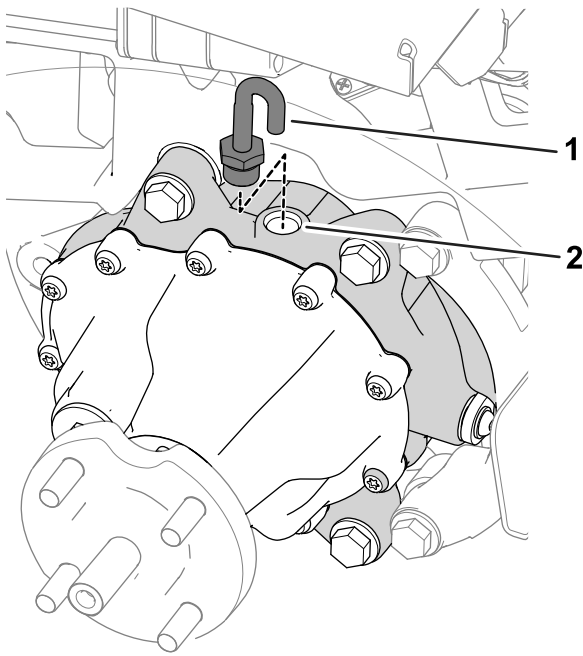

図 59
7. ギアボックス上部から換気ホースとフィッティングを外す **図 59**。
9. 給油ポートに換気ホースとフィッティングを取り付ける 図 59。